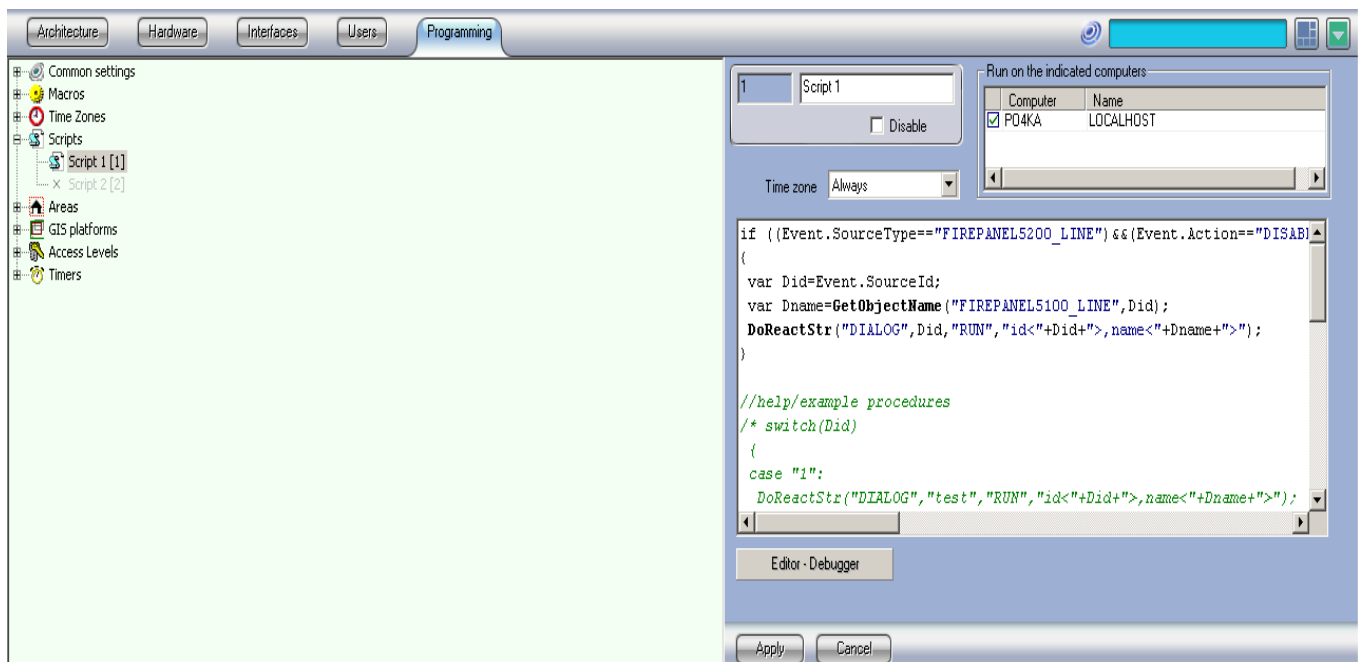

fig. 45
- Use “Scripts” program module (fig.45);